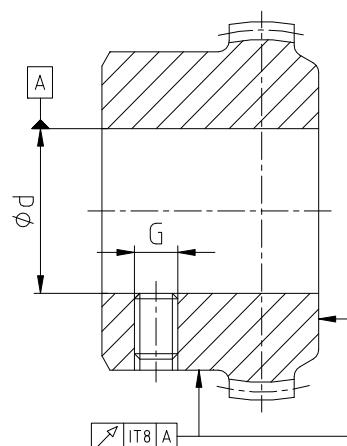

Рис. 9: точность радиального и торцевого биения
- При изготовлении посадочного отверстия ступицы (из стали) заказчиком необходимо выдержать точность по радиальному и торцевому биению (см. рис. 9)